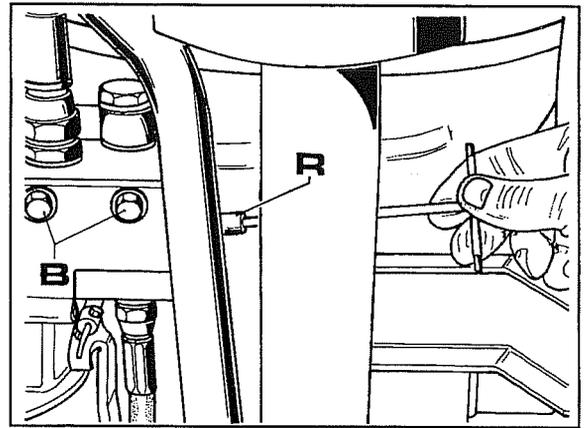

Abb. 2
2. Um dieses Ventil loszuschrauben und dann herausziehen zu können, muß man die beiden Schrauben **B** zur Befestigung der Ventilgruppe unter der Gruppe selbst entfernen, siehe Abb. 2.